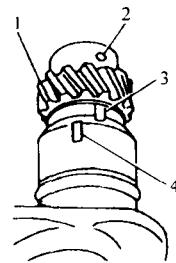

图 1-9 马克西姆 3.0L (VG30E) 发动机分电器轴与分电器壳对正位置
3) 安装分电器至发动机上, 使分火头与分电器盖上的第一缸点火高压线的位置对正。确保分电器安装到位, 分电器轴与分电器盖的对正标记如图 1-9 所示。